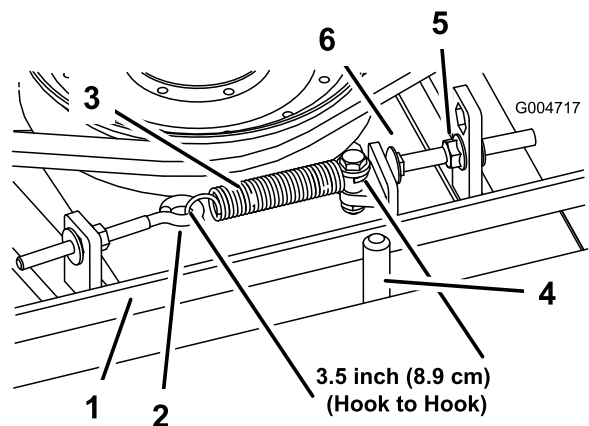

Рисунок 96
При правильном натяжении результат измерения натяжной пружины внутри (между крюками) должен быть приблизительно равен 8,9 см ± 0,63 см. После достижения правильного натяжения пружины отрегулируйте упорный болт (каретный болт) до достижения зазора приibl. 0,32 см ± 0,152/0,000 см между головкой болта и рычагом натяжного шкива (Рисунок 96).
Примечание: Убедитесь, что ремень расположен на направляющей ремня со стороны пружины (Рисунок 96).
2. Ослабьте рым-болт, чтобы можно было снять натяжную пружину (Рисунок 96).
3. Ослабьте фланцевую гайку, которая крепит упорный болт к монтажному выступу. Отверните гайку на достаточную величину, чтобы рычаг натяжного шкива мог пройти мимо упорного болта (Рисунок 96). Для снятия натяжения ремня отведите натяжной шкив от ремня.
8. Заново подсоедините натяжную пружину (Рисунок 96) к рым-болту и натяните ремень следующим образом: